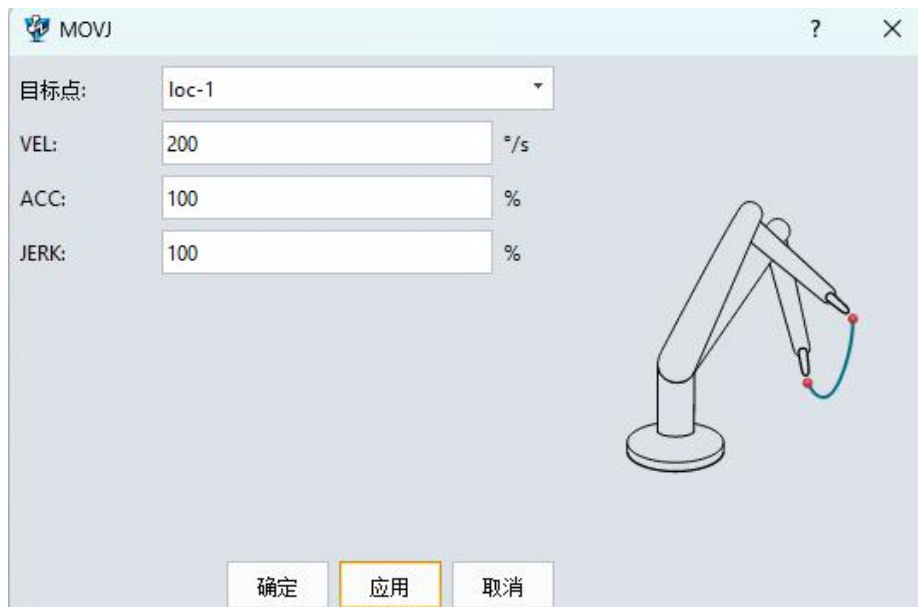

图 10-32: MOVJ
- 添加 MOVJ 指令，速度等参数可以默认设置。（图 10-32）